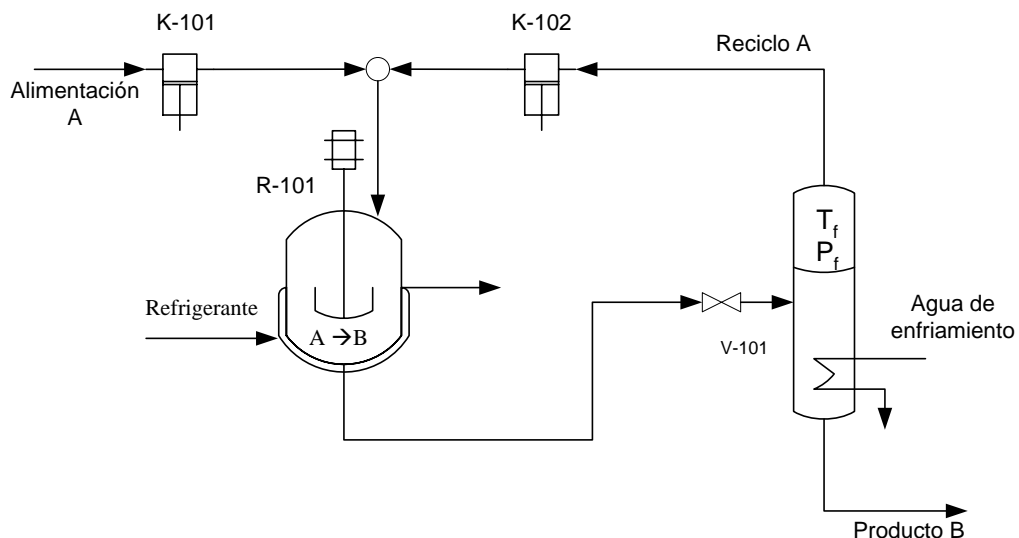

Figura 4. Reactor, separador y reciclo para la producción de B.
3. Proponer un esquema de control del proceso con reciclo dado en la Figura 4. Representar el sistema de control propuesto y explicar el funcionamiento del proceso para: